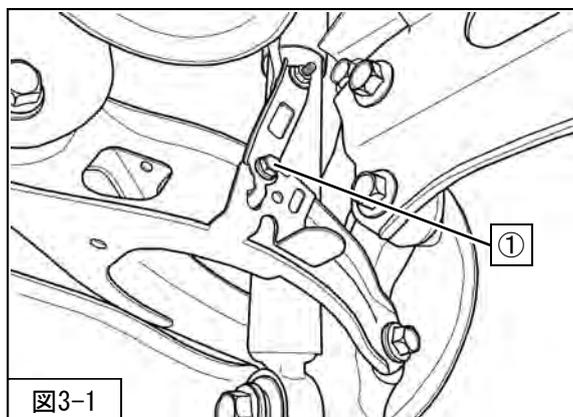

図3-1
①ハイトコントロールセンサ取付ナットを取外してください。(図3-1)